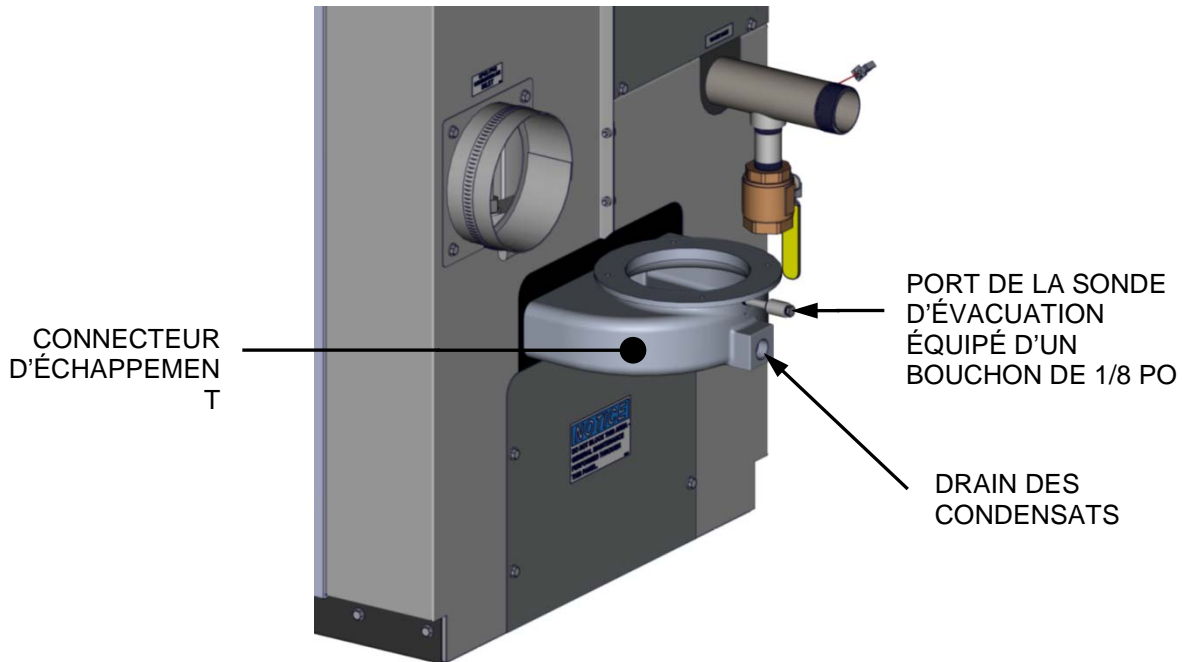

Figure 4-2. Emplacement du port de la sonde de l'analyseur
L'appareil est équipé d'un port NPT de 1/8 po à l'arrière du collecteur d'échappement. Ce port est situé au-dessus du raccord du purgeur des condensats comme l'indique la figure 4-2. Préparer le port pour la sonde de l'analyseur de combustion comme suit :
1. Référer à la figure 4-2 et retirer le bouchon NPT de 1/8 po à l'arrière du collecteur d'échappement.